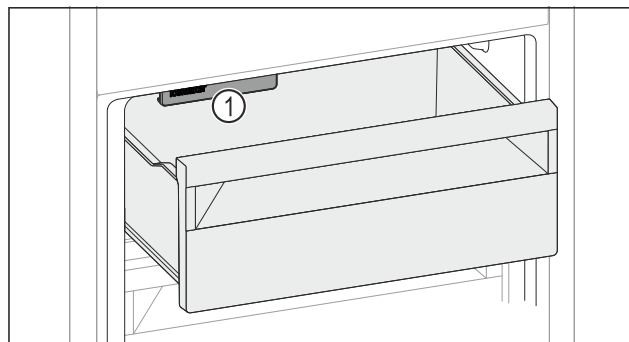

Fig. 158
- ▶ Observera IceMaker Fig. 158 (1).